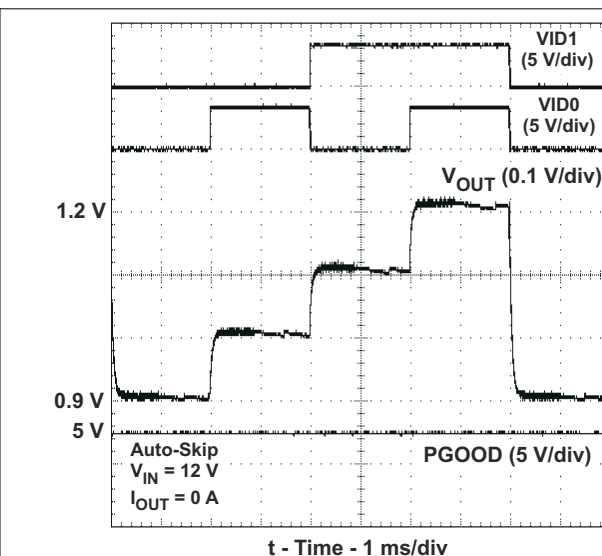

图 6-15. 输出电压升压
5. 再次运行脉冲发生器。 V_{OUT} 将从 0.9V 升压至 1.2V, 如图 6-15 所示。